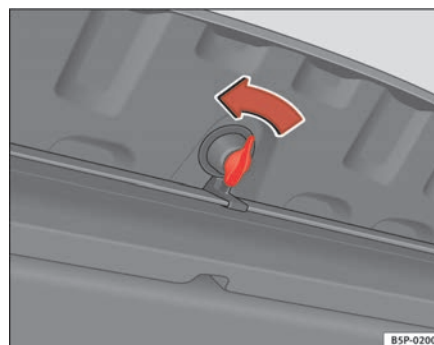

Fig. 122 Apertura de la caja portaobjetos
El triángulo de preseñalización se encuentra debajo de la bandeja posterior en una caja portaobjetos. ⇒ página 154, fig. 122. Para abrir esta caja portaobjetos, gire el pestillo* 90°.
- Abra la caja portaobjetos girando el pestillo* 90° ⇒ página 154, fig. 122.